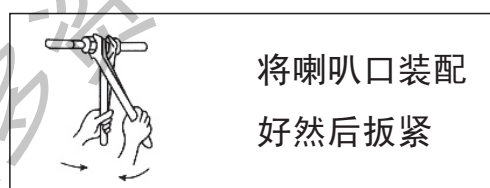

图19
(3) 用两把扳手按图19那样双手用力且参照表(5)的扭矩牢固地扳紧。